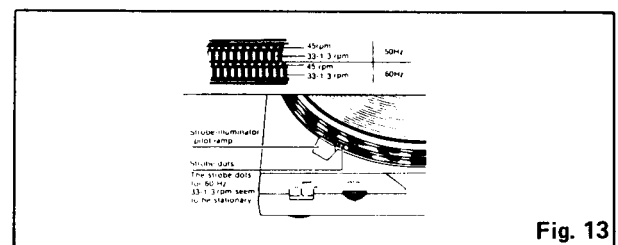

Fig. 13
**Note)** When assembling the mechanical and drive P.C.B., follow the procedure below. (See Fig. 13.)
### Speed adjustment (with pitch-control knob) (See Fig. 13.)
### Drehzahl-Feineinstellung (mit dem Drehzahl-Feineinsteller) (Vgl. Abb. 13.)
### Réglage de la vitesse (avec la manette de réglage de précision) (Voir Fig. 13.)